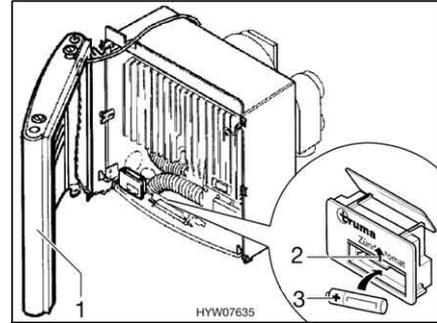

Fig. 137 Calefacción abierta
- Colocar a un lado el revestimiento (Fig. 137,1) para que no se tenga que desenchufar el cable de conexión del ventilador de aire caliente y de la lámpara de control de encendido.
- Empujar hacia arriba la tapa del compartimento de las pilas en el dispositivo automático de encendido (Fig. 137,2).
- Colocar una pila nueva (Fig. 137,3) del mismo tipo con la polarización correcta (+/-) en el compartimento de las pilas en el dispositivo automático de encendido. Utilizar únicamente pilas Mignon resistentes a la temperatura (+70 °C) y protegidas contra derrames.